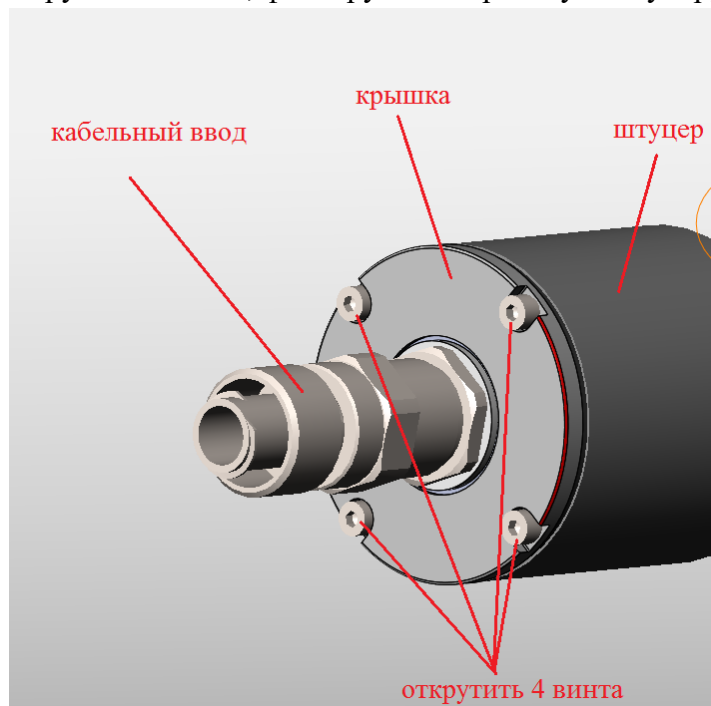

Рисунок 45 – Демонтаж винтов
4.2.2.1 Отсоединить разъём кабельного ввода (Рисунок 45).
4.2.2.2 Открутить 4 винта, фиксирующие крышку к штуцеру (рисунок 45).